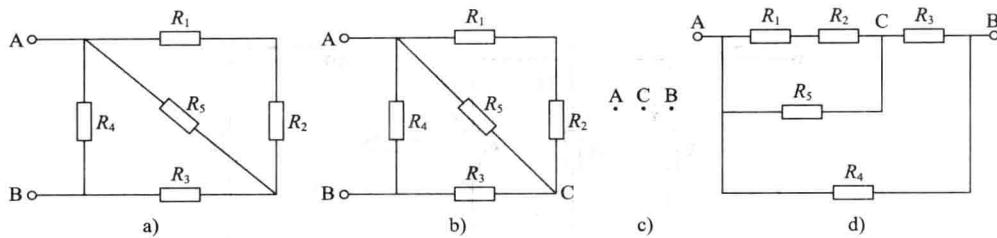

图 1—4 例 1—2 图
解：(1) 按要求在原电路中标出字母 C，如图 1—4b 所示。
(2) 将 A、B、C 各点沿水平方向排列，如图 1—4c 所示。